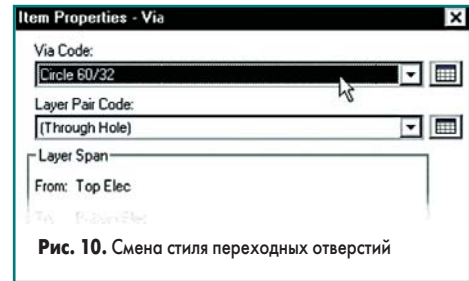

Рис. 10. Смена стиля переходных отверстий
26. В появившемся диалоговом окне Item Properties—Via в выпадающем списке Via Code выберем новый стиль переходных отверстий Circuit 60/32 и нажмем кнопку ОК (рис. 10).